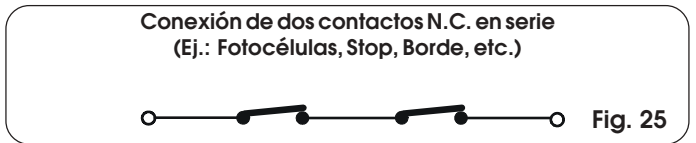

Fig. 25
**NOTA:** Si dos o más dispositivos de seguridad tienen la misma función (apertura, cierre, apertura y cierre, borde de seguridad) los contactos deben conectarse en serie entre sí (fig. 25). Deben utilizarse contactos N.C.
Para instalar varios dispositivos de seguridad, conecte los contactos N.C. en serie (fig. 25).
Para instalar varios dispositivos de STOP conecte los contactos N.C. en serie (fig. 25).